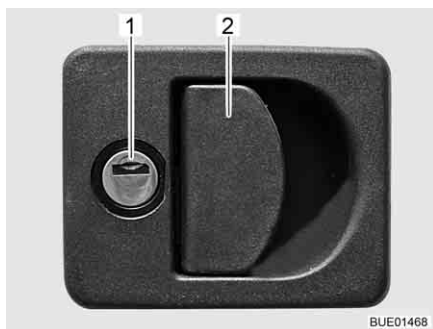

Fig. 22 Serratura dello sportello con impugnatura
- Inserire la chiave nel cilindro della serratura (Fig. 22,1) e ruotare di un quarto di giro. La serratura dello sportello è sbloccata.
- Tirare la maniglia della serratura (Fig. 22,2). In questo modo si apre lo sportello esterno.